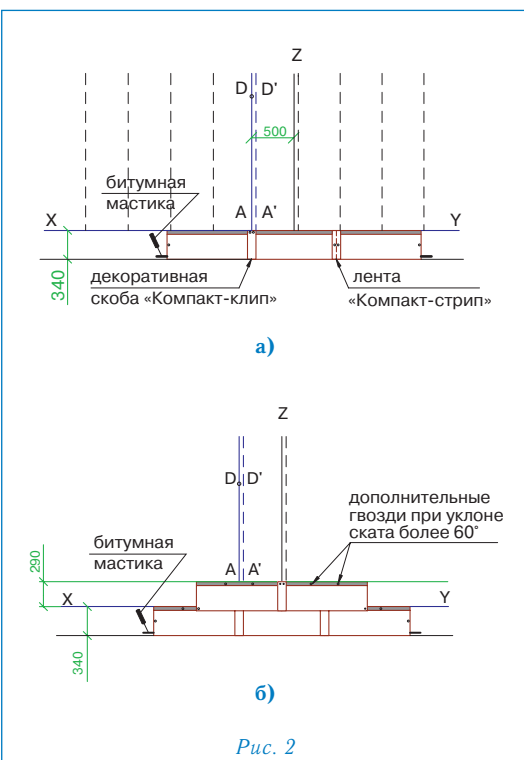

Рис. 2
Укладка материала (рис. 2)
- укладка черепицы начинается от линии AD, при этом ее верхний край выравнивается по линии XY (рис. 2а);
- листы первого ряда укладываются встык и фиксируются двумя гвоздями по центру коротких сторон на расстоянии 2 см от края (рис. 2а);
- правая сторона скобы «Компакт-клип» выравнивается по линии A'D' и фиксируется двумя гвоздями через специальные отверстия (рис. 2а);
- листы второго ряда черепицы укладываются от линии Z, их нижний край выравнивается по линии, параллельной XY; каждый лист фиксируется двумя гвоздями в 2,5 см от нижней стороны; стыки закрываются декоративными скобами «Компакт-клип», которые также фиксируются двумя гвоздями (рис. 2б);
Для крепления гибкой черепицы ПРЕСТИЖ КОМПАКТ используются гвозди из нержавеющей стали улучшенного прилегания (ершены) с гладкими широкими шляпками. Каждый лист ПРЕСТИЖ КОМПАКТ закрепляется четырьмя гвоздями, в соответствии с рекомендациями, приведенными выше (рис. 2б).
При укладке материала на скатах с уклоном более 60° каждый лист дополнительно фиксируется 2 гвоздями в верхней части (рис. 2б).